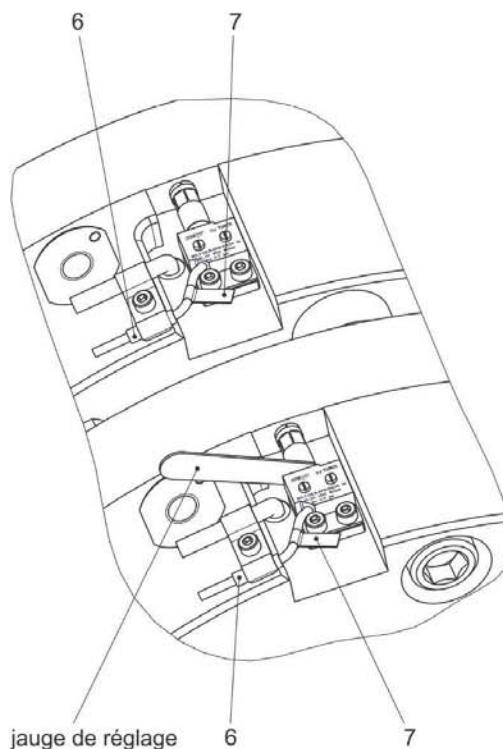

Fig. 2
- Déterminer le diamètre du filetage du boulon de commutation (4).
- Glisser l'anneau à bord d'arrêt (5) sur le filet du boulon (4)
- Visser le boulon (4) dans le disque de freinage (B) à un couple de serrage de 3 Nm pour diamètre de filetage M5, 1,5 Nm pour diamètre de filetage M4.
- Placer l'interrupteur de proximité (1) complet avec plaque de fixation et visser légèrement avec deux vis à tête cylindrique (2) à travers la cale (3), de façon à pouvoir encore déplacer l'interrupteur de proximité (1).
- Relever la cote pour la jauge de réglage sur l'étiquette (7) du câble de l'interrupteur et introduire la jauge de réglage appropriée entre l'interrupteur de proximité (1) et le boulon (4) (fig. 2).